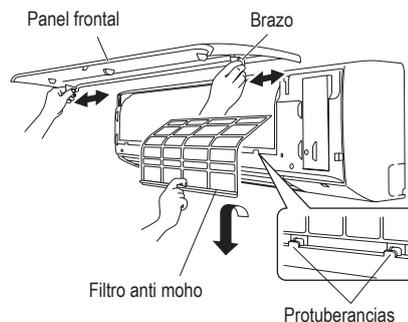

Fig. 5-12
Si el panel frontal resulta difícil de desmontar, agarrarlo por ambos extremos y levantarlo ligeramente. Moverlo hacia la izquierda y liberar el brazo izquierdo, luego proceder de idéntica manera con el derecho. (Fig. 5-12)
- (2) Levantar ligeramente el filtro anti moho para liberarlo de las protuberancias de la unidad y tirar de él hacia abajo para sacar el filtro de la unidad. (Fig. 5-12)